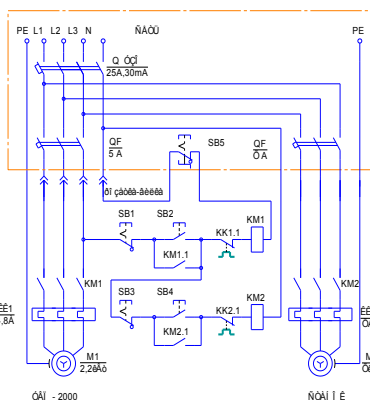

Рис. 5
6.2.9 Выполнить подключение (рис.5) при этом: **ВНИМАНИЕ!**